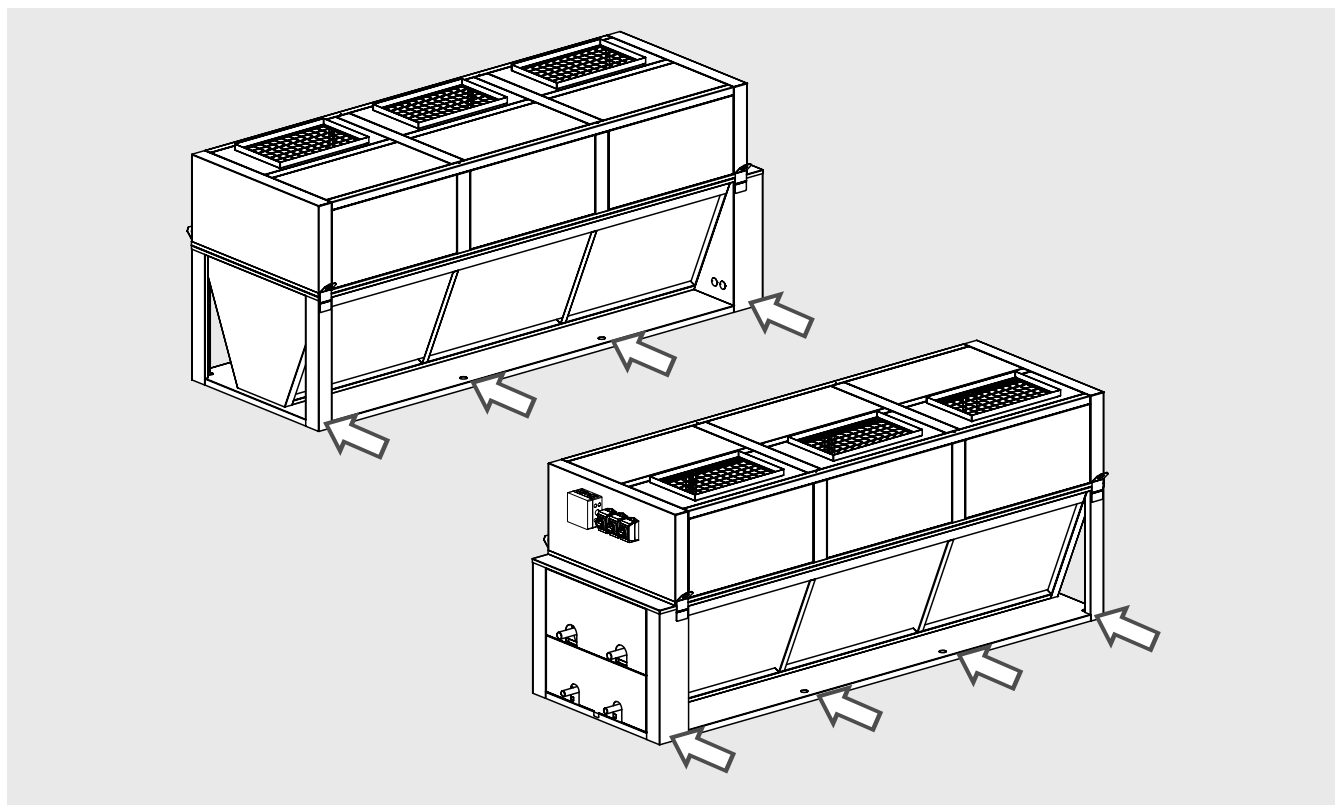

Figura 4
- 6.4 Il modello deve essere saldamente ancorato alla base d'appoggio, utilizzare tutti i punti di fissaggio (v. "Figura 4").